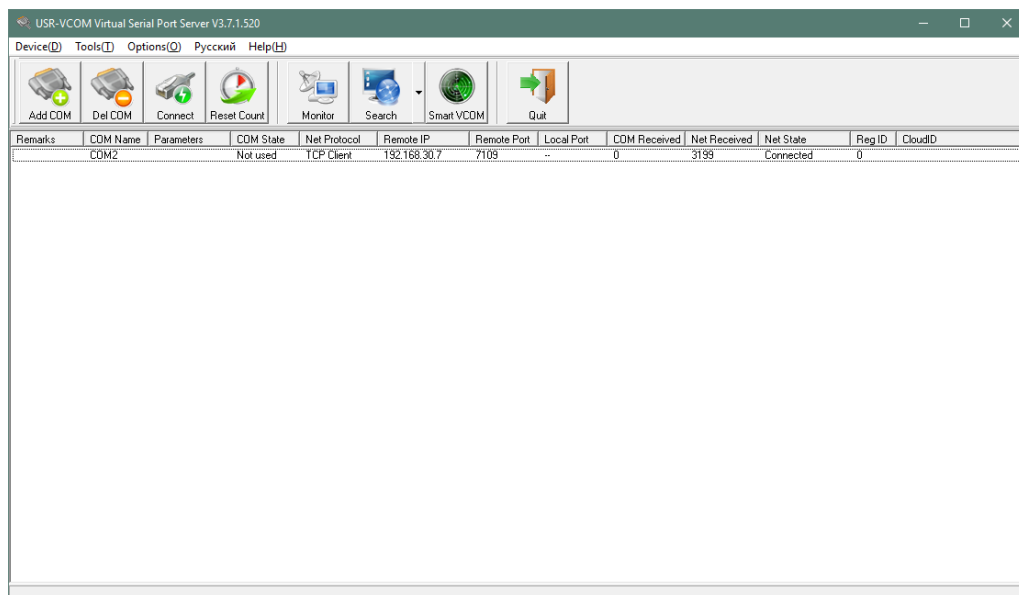

Рисунок 5.8.
9. Выбрать свободный номер COM-порта и нажать кнопку «**OK**». На экране отобразится окно с подключенным COM-портом, приведенное на рис.5.8.